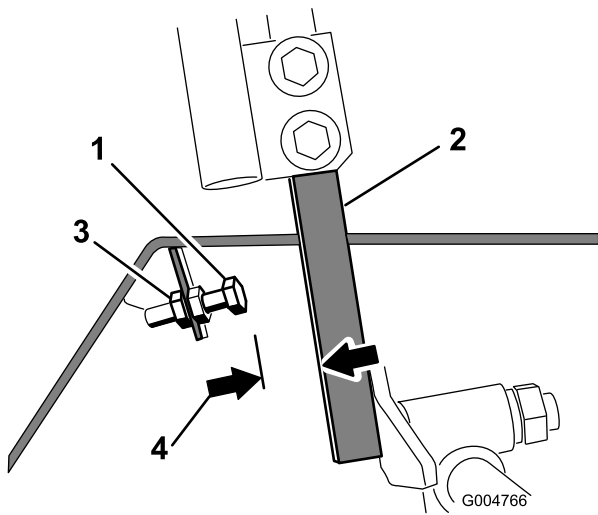

Figura 57
- Afloje la contratuerca del perno de tope de una palanca de control (Figura 57).